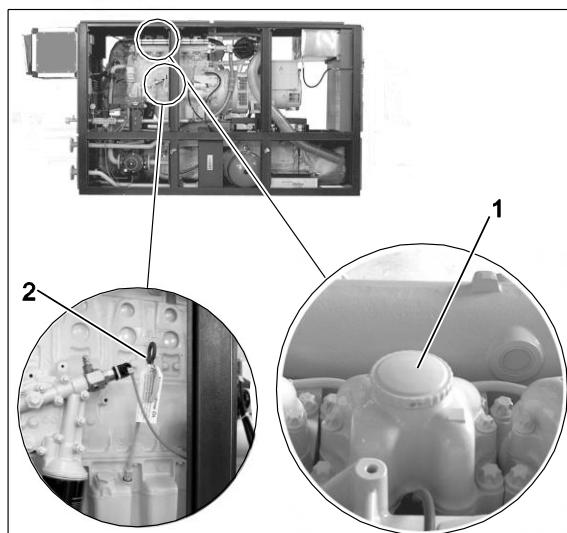

Рис. 3 Заливной патрубок для смазочного масла на крышки головки цилиндра и щуп для определения уровня масла.
- Залить моторное смазочное масло через заливной патрубок на головке цилиндра (Рис. 3, поз. 1).
- Проверка уровня моторного масла: Щуп для определения уровня масла (Рис. 3, поз. 2)